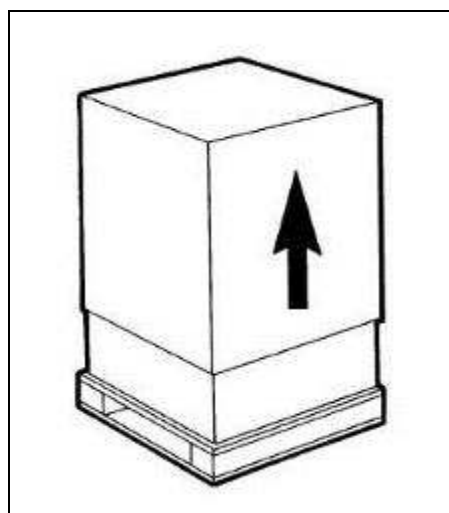

Fig. 26
a) Dopo aver tolto l'imballo **conservarne tutti gli elementi per lo stoccaggio invernale** ed assicurarsi dell'integrità dell'apparecchio (fig.26).